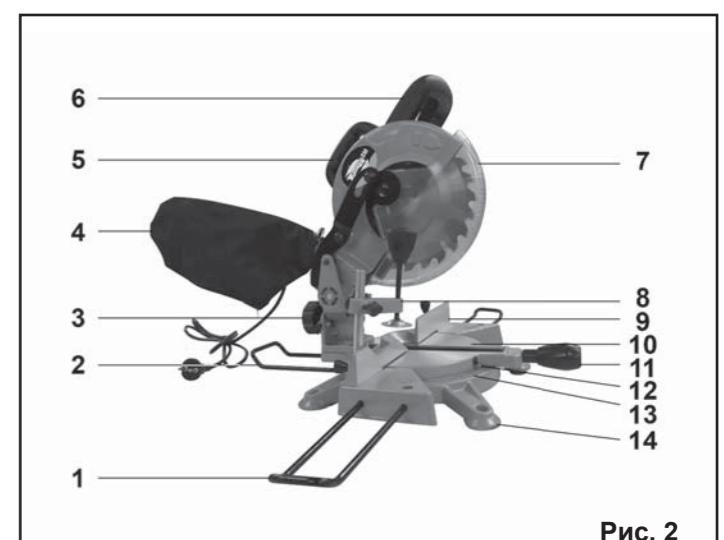

Рис. 2
8. УСТРОЙСТВО ПИЛЫ (Рис. 2, 3)
10.2. Защитный кожух Рис. 2, 3, 8